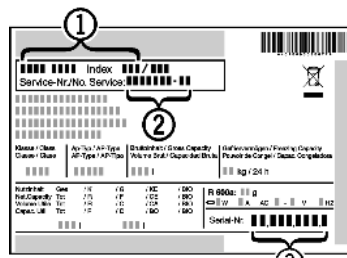

Fig. 32
- ▶ Наименование устройства Fig. 32 (1), сервисный № Fig. 32 (2) и серийный № Fig. 32 (3) считайте с заводской таблички. Заводская табличка находится внутри устройства слева.
- ▶ Обратитесь в сервисную службу и сообщите вид неисправности, наименование устройства Fig. 32 (1), сервисный № Fig. 32 (2) и серийный № Fig. 32 (3).